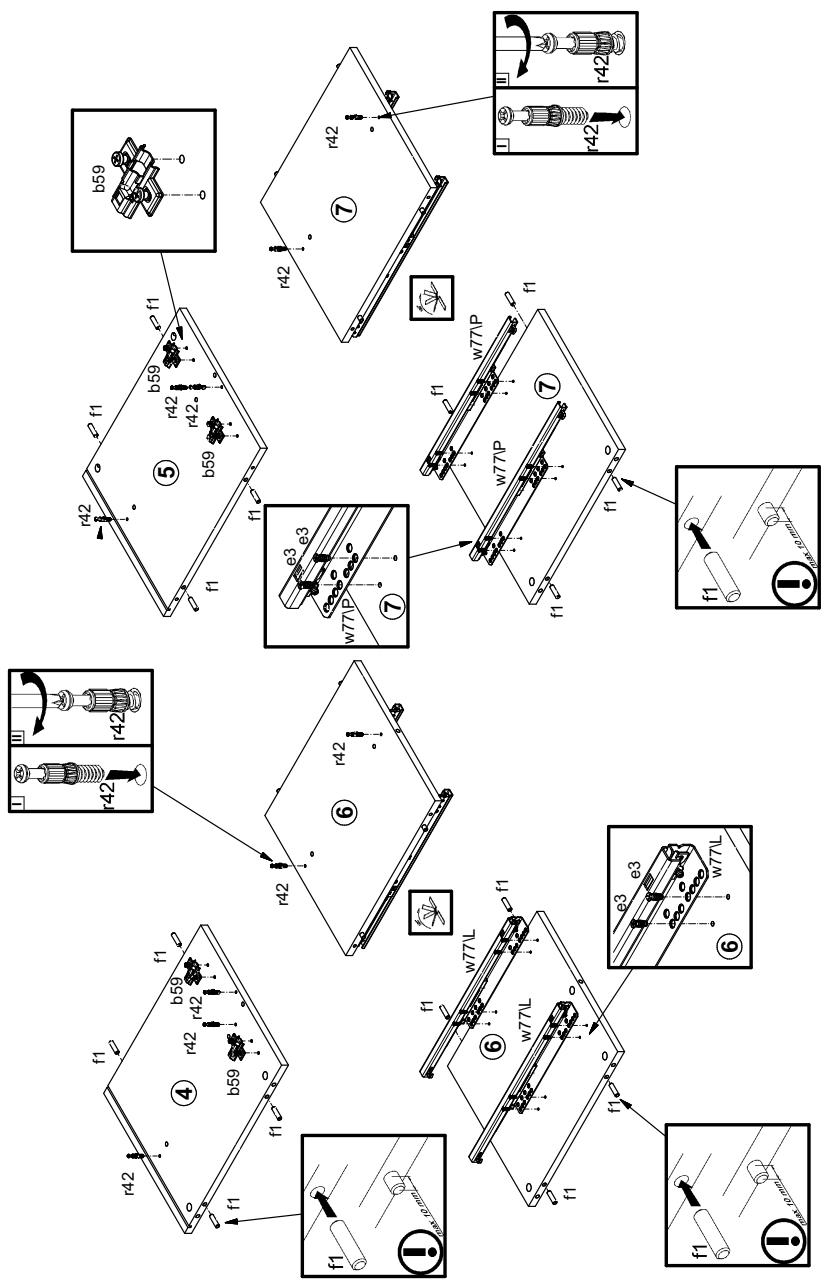
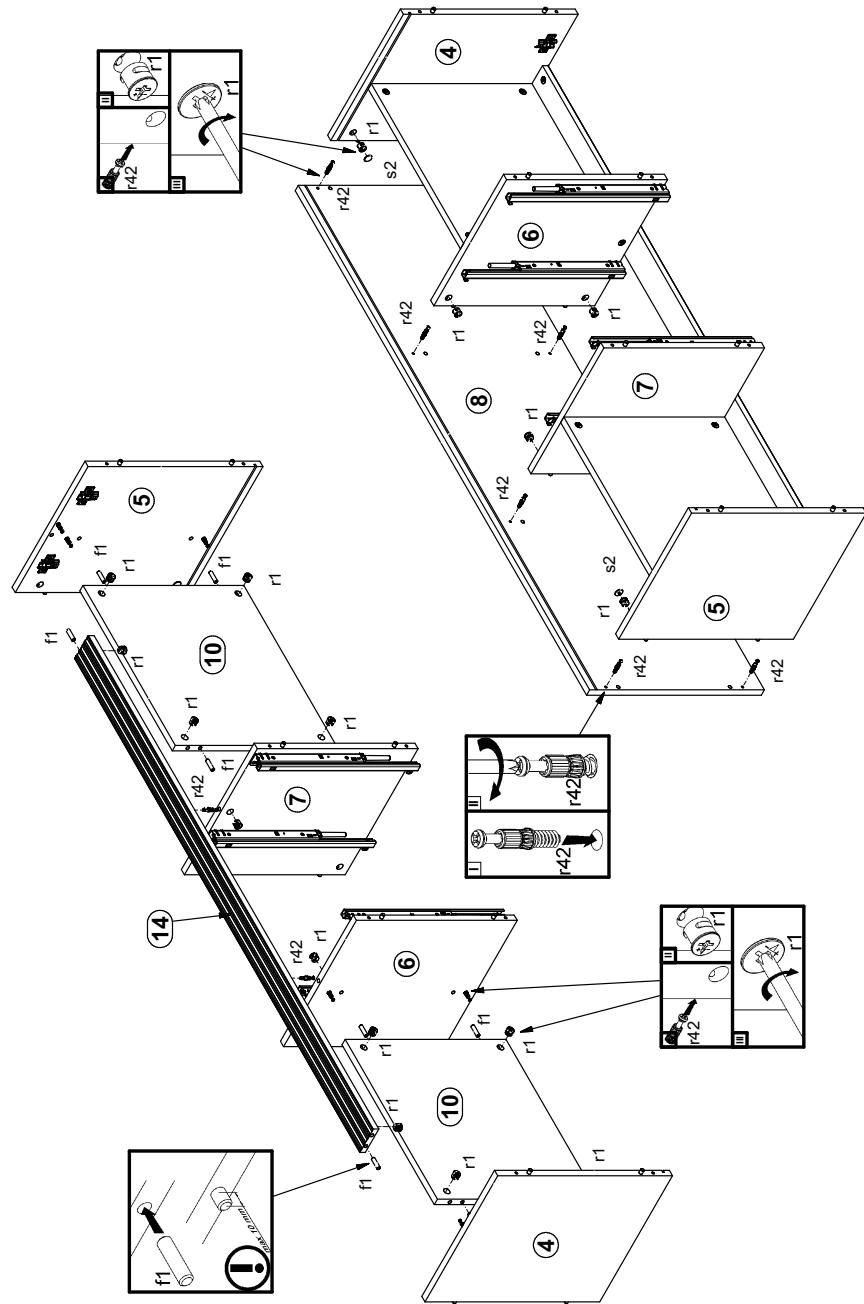

Рисунок 2
Рисунок 3
2. В отверстия Ø8 мм на верхних и нижних кромках стенок боковых 4, 5, стенок средних 6, 7 (см. рис. 2), на боковых кромках полок соединительных 10 (см. рис. 3), на боковых кромках планки декоративной 14 (см. рис. 3) вбить деревянные шканты f1.
3. В отверстия Ø5 мм на внутренних поверхностях стенок 4, 5 закрепить ответные планки петли b59 (см.рис. 2).
4. В отверстия Ø5 мм на внутренних поверхностях стенок 6, 7 закрепить направляющие w77lP и w77lL евровшурупами e3 (см.рис. 2).
5. В отверстия Ø5 мм на внутренних поверхностях стенок 4, 5, 6, 7 (см. рис. 2), на нижней поверхности щита 8 (см. рис. 3) вкрутить винты стяжки r42.
6. В отверстия Ø15 мм на нижних поверхностях полок 10 (см. рис. 3), на задней поверхности планки 14 (см.рис. 3), на боковых поверхностях стенок 4, 5, 6, 7 вставить стяжки эксцентриковые r1.
7. Соединить детали 4, 5, 6, 7, 10, 14 и затянуть стяжки эксцентриковые r1, пользуясь отверткой (см. рис. 3).
8. Присоединить щит 8 к стенкам 4, 5, 6, 7 и затянуть стяжки эксцентриковые r1, пользуясь отверткой (см. рис. 3). Стяжки эксцентриковые r1 на стенах 4, 5 закрыть заглушками s2.